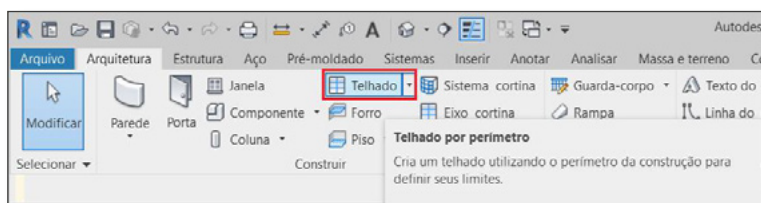

Figura 50 – Acesso ao botão "Telhado por perímetro".
2. Na aba "Arquitetura", painel "Construir", clique no botão "Telhado por perímetro" para acionar o comando de modelagem de telhados (Figura 50);